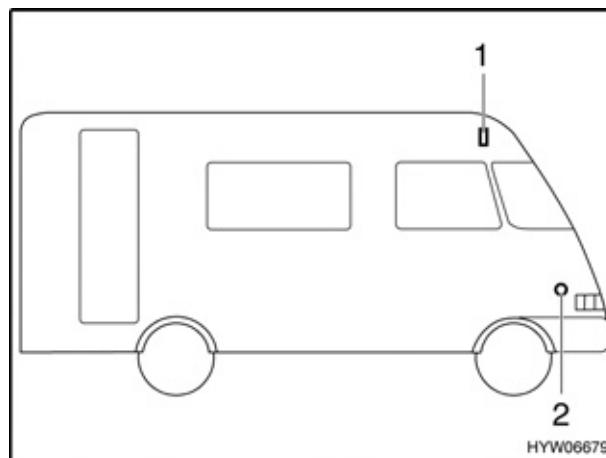

Fig. 161 Luci laterali (B-Classic)
**B-Classic****Luce di sagoma (Fig. 161,1)**
**Indicatore di direzione (Fig. 161,2)**